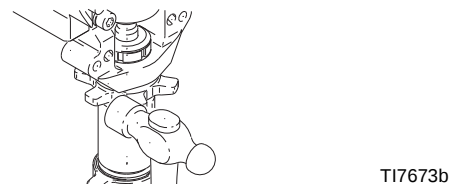

FIG. 19
3. FIG. 19. Aperte a contraporca até que fique encostada à bomba. Aperte a bomba à caixa de rolamentos até que fique encostada à contraporca. Faça recuar a bomba e a contraporca para alinhar a saída da bomba para trás. Aperte a contraporca manualmente e, de seguida, aperte batendo entre 1/8 a 1/4 de volta com um martelo de 567 g (20 oz) a aproximadamente 102 N•m (75 +/- 5 ft-lb).